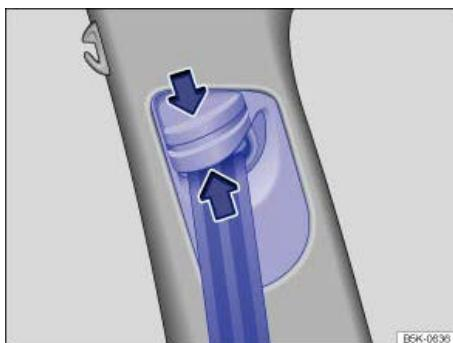

Abb. 86 Neben den Vordersitzen: Gurthöheneinstellung.
- Umlenkbeschlag in Richtung der Pfeile zusammendrücken und halten ⇒ Abb. 86.